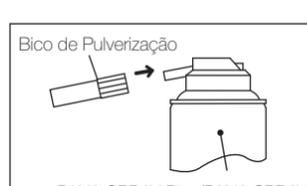

Fig. 6
- 1) Empurre a união do bico de pulverização sobre o bico do PANA SPRAY Plus/PANA SPRAY até encaixar firmemente (Fig. 6).